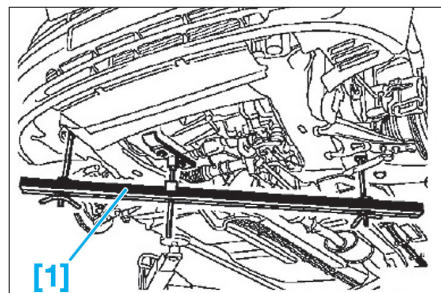

Fig. 3
- [1]. Outil de maintien du moteur sur le berceau (Outil Renault Mot. 1367-02) (Fig.3).
- Mettre en place l'outil de maintien moteur [1] (Fig.3).